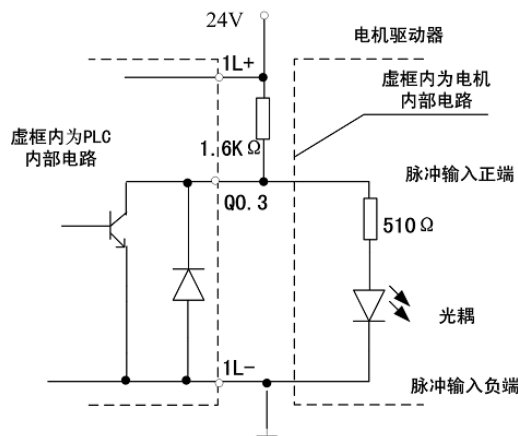
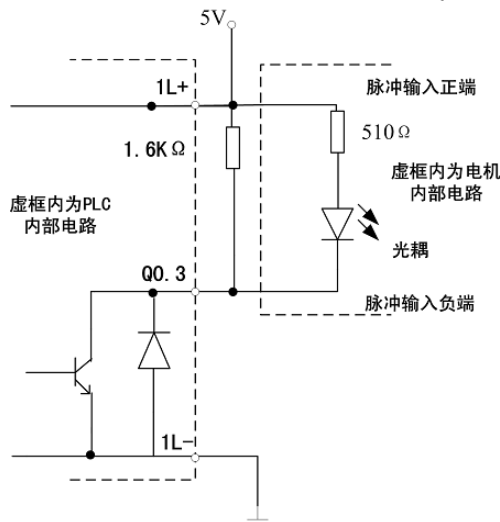

图2.5.2 LM3106A高速输出与电机接线示例1（Q1.1接法相同）
图2.5.3 LM3106A高速输出与电机接线示例2（Q1.1接法相同）
- 图2.5.2、图2.5.3 图2.5.3是高速输出端子与电机接线的两种示意图，分别用于L+接24V和5V。图2.5.2所示的接线方法适用于L+接24VDC的情况。外接电阻的阻值大小取决于负载（电机驱动器）电流的大小，要求在输出三极管导通时，三极管电流在15mA到100mA之间，1.6K $\Omega$ 电阻值适用于电机驱动器的额定电流为十几毫安的情况。图2.5.2中，当通道Q0.3被置1时，三极管导通，不驱动负载；当通道Q0.3被置0时，三极管截止，驱动负载。图2.5.3中接线方法适用于L+接5VDC的情况。